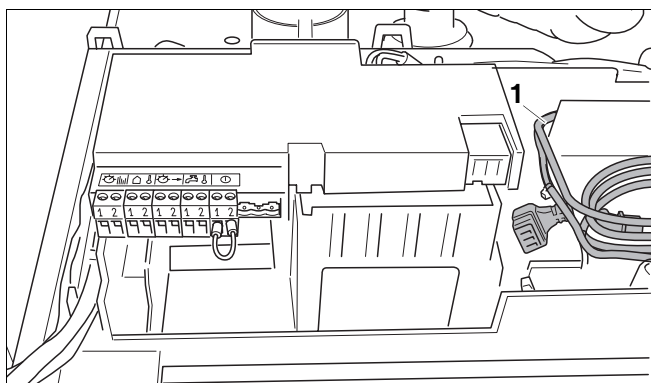

fig. 14 Aansluitkabels van de pomp
- Rol de beide aansluitkabels van de pomp (fig. 14, pos. 1) uit, en voer ze door het cv-toestel naar buiten (fig. 14 en 15).